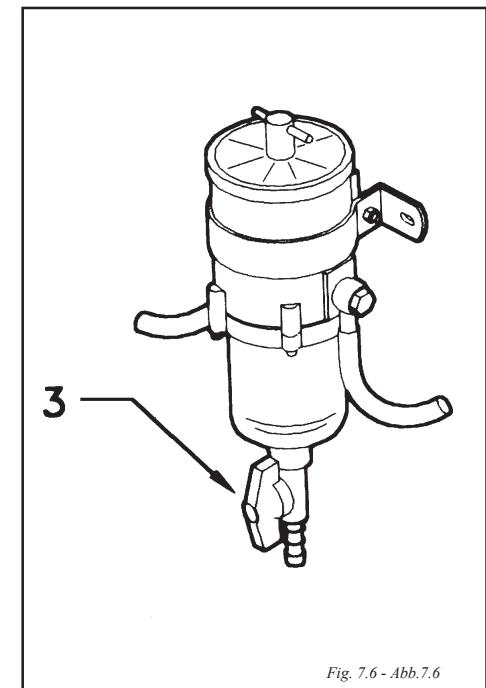

Fig. 7.6 - Abb. 7.6
Aflojar la palomilla (3) (Fig. 7.6) situada en la parte inferior del filtro colocando un pequeño recipiente debajo del mismo y dejar salir el agua acumulada. Volver a apretar cuando salga combustible sin agua.
Loosen the wing nut (3) (Fig. 7.6) located at the lower side of the glass vessel and let go all the accrued water. Shut again off the wing nut and check it does not drip.
Desserrer la colombe (3) (Fig. 7.6) placée sur la partie inférieure du bac en verre et faire sortir toute l'eau accumulée. Refermer la colombe et contrôler qu'il n'y ait pas de fuite.
Allentare il cuscinetto (3) (Fig. 7.6.) situato nella parte inferiore del filtro collocando un piccolo recipiente sotto e lasciar scorrere l'acqua accumulata. Stringerlo di nuovo appena esce del combustibile senza acqua.
Einen kleinen Behälter unterstellen und die Flügelschraube (3) an der Unterseite des Filters lockern (Abb. 7.6.). Das angesammelte Wasser ablaufen lassen. Die Flügelschraube wieder zudrehen, sobald Kraftstoff ohne Wasser ausläuft.